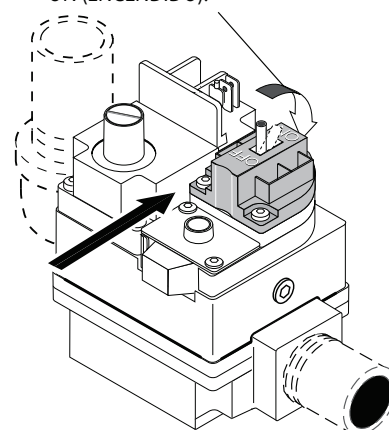

Figura 37.
6. **Válvula de Palanca:** Tire la palanca hacia usted para apagar el gas, ver **Figura 37**.
7. Espere cinco (5) minutos para sacar cualquier gas. Si luego le huele a gas, ¡**DETENGASE!** Siga el paso “B” de las instrucciones “Antes de Encender” (página 42). Si no le huele a gas, vaya al siguiente paso.
4. **Válvula de Palanca:** Tire la palanca hacia usted para apagar el gas, ver **Figura 37**.